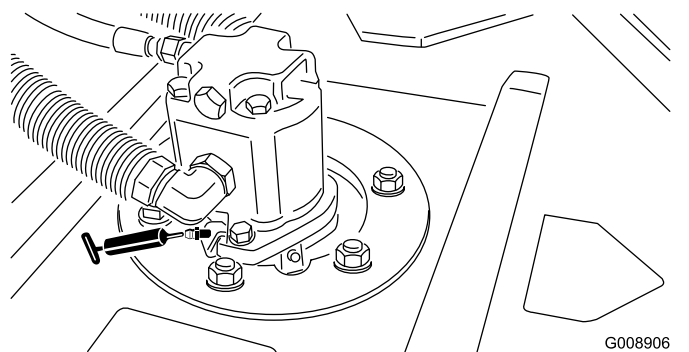

Figura 53
- Cuscinetti dell'asse del perno dell'apparato di taglio (2 per apparato di taglio) (Figura 53)